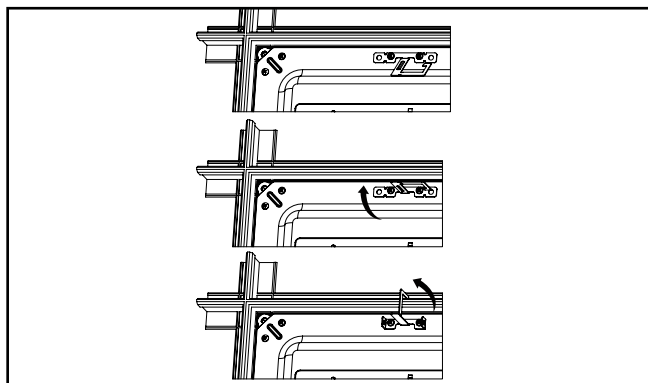

Figure 4.
4. Les brides de grille sont fournies afin de mieux le retenir au système de plafond. Orientez 4 languettes à l'arrière du luminaire par-dessus la grille en T en les pliant vers le haut à 90 degrés et perpendiculaires à l'arrière du luminaire. Ensuite, pliez les languettes à 90 degrés vers le cadre de la grille en T (Fig. 4).